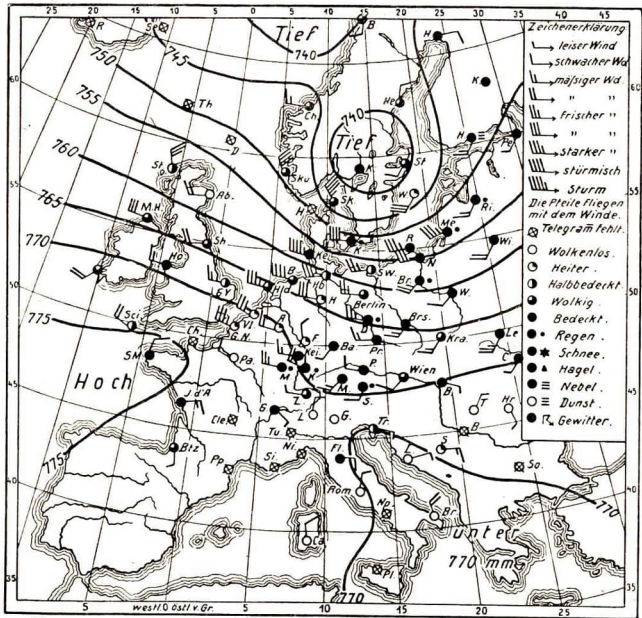

Abb. 142. Wetterkarte vom 19. November 1913
2. Als **Wetterglas** zur **Wettervorhersage** (Wetterprognose). Auf den Wetterkarten (Abb. 142), die täglich um 9 Uhr morgens in den Wetterwarten hergestellt werden, sind jeweils alle Orte, die gleichen Barometerstand aufweisen, durch eine Linie verbunden (genannt **Iso-bare** = Gleichdrucklinie).
Zeige in Abb. 142 die **Isobare 765!** Welchen Wind haben die Orte, die darauf liegen? Merke: **Westwind** schlecht; **Ostwind** gut!